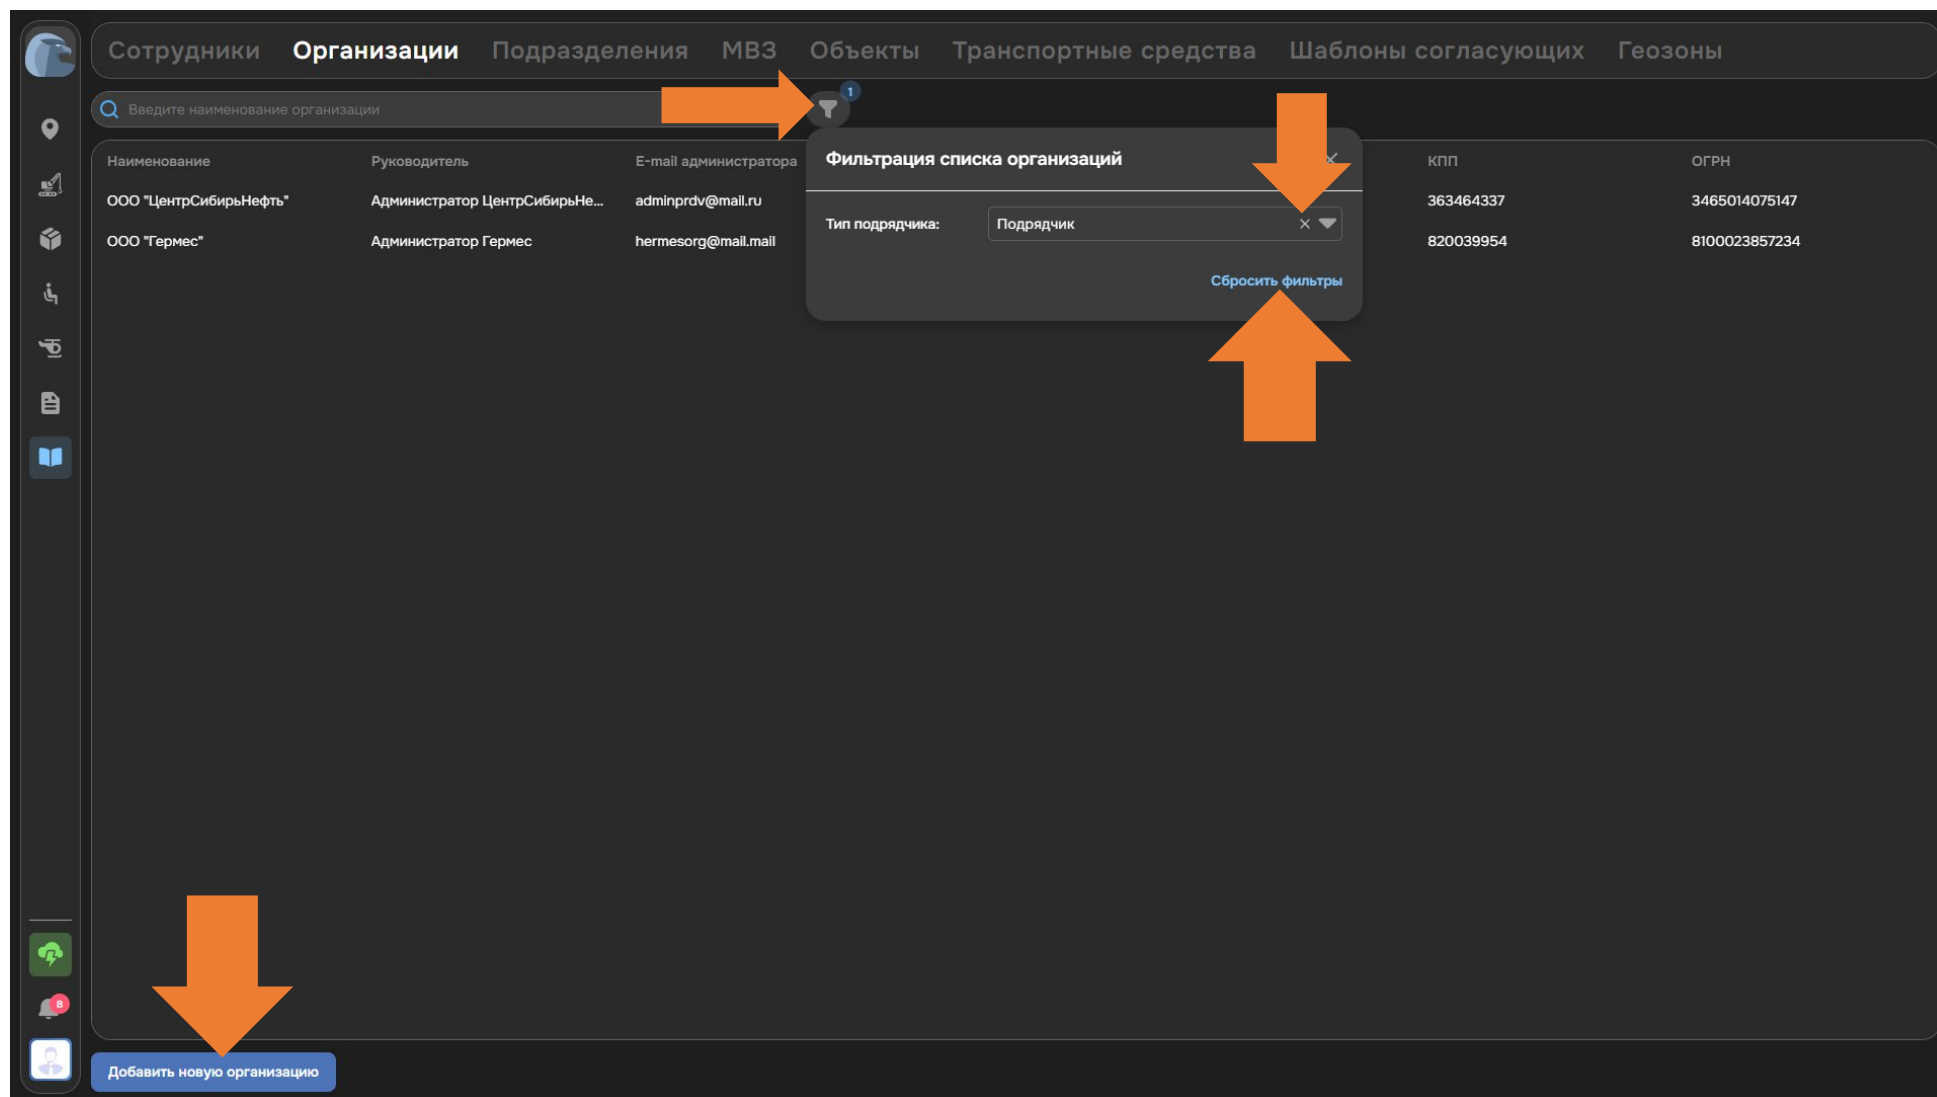

Рисунок 110. Фильтрация элементов справочника
6. В справочниках «Сотрудники», «Организации», «Типы ТС», «Модели ТС», «Реестр ТС», «Системы мониторинга» доступна фильтрация. Нажмите на кнопку с изображением фильтра и укажите нужные фильтры из доступных. Чтобы убрать один из примененных фильтров, нажмите кнопку с изображением крестика рядом с названием. Для сброса всех фильтров нажмите кнопку «Сбросить фильтры» (см. Рисунок 110).
2. Откройте необходимый справочник (см. Рисунок 110).
3. Нажмите кнопку добавления нового элемента (см. Рисунок 110).